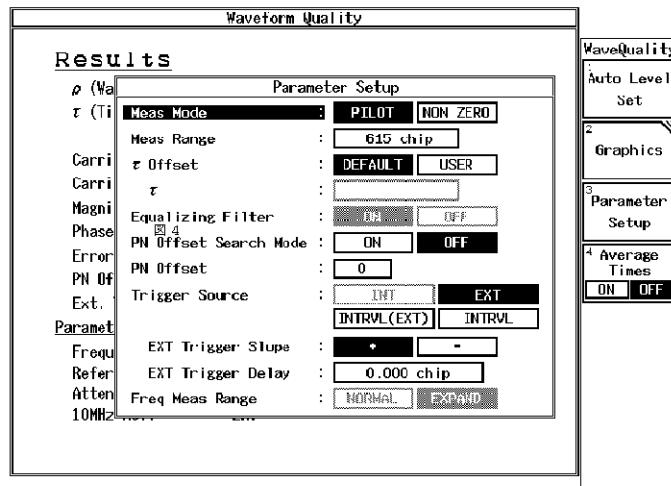

図 6-5 測定パラメータ表示 (Reverse Link)
- R3267 シリーズを CF:800MHz、RF 入力、Reverse Link に設定し、パラメータを図 6-5 のように設定し、**DC CAL**、**AUTO LEVEL** を実行します。